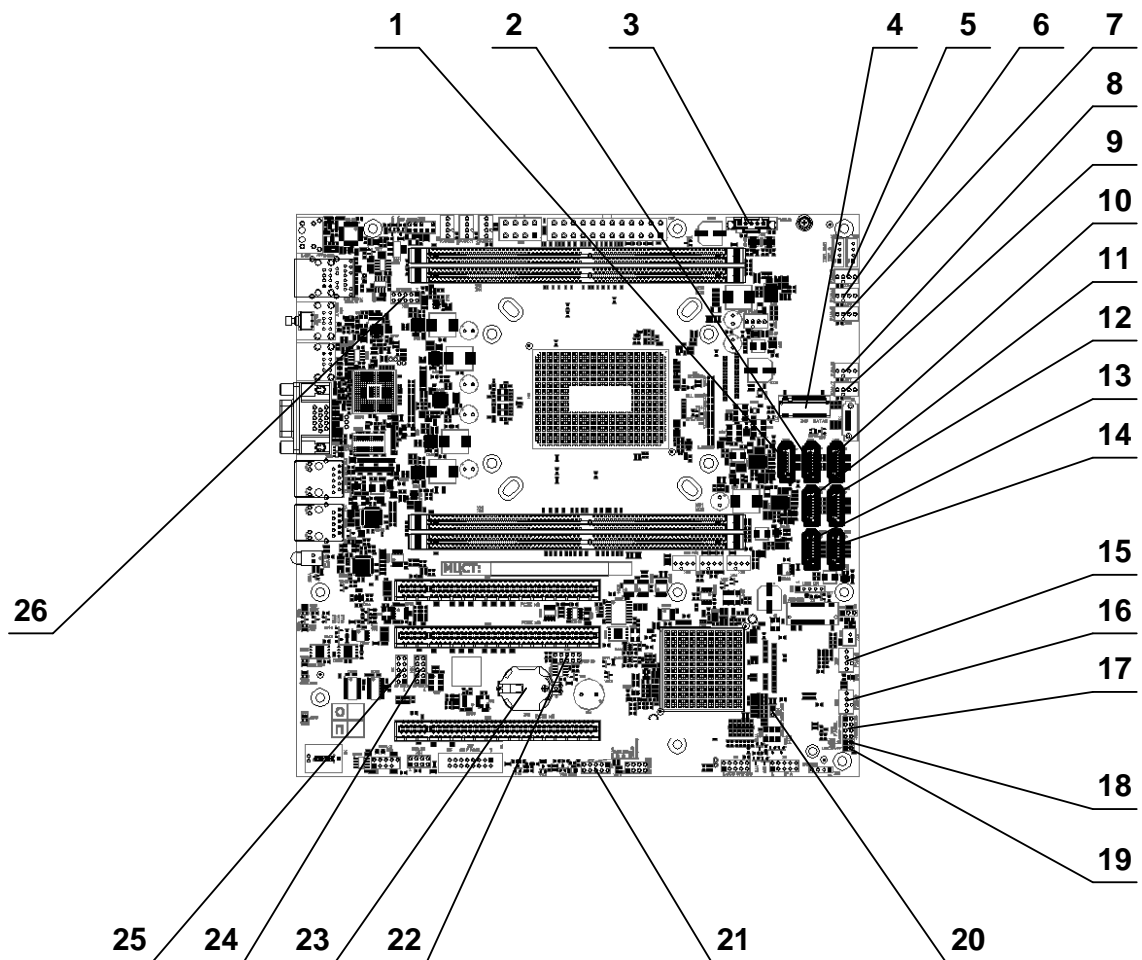

Рисунок 2 – Внешний вид сверху панели 1Э8СВ-uATX
1.1.3.6 На рисунке 4 приведена схема расположения контактов соединителя X35 (см. рисунок 2, поз. 17) для подключения переключателей и индикаторов передней панели типа Intel.